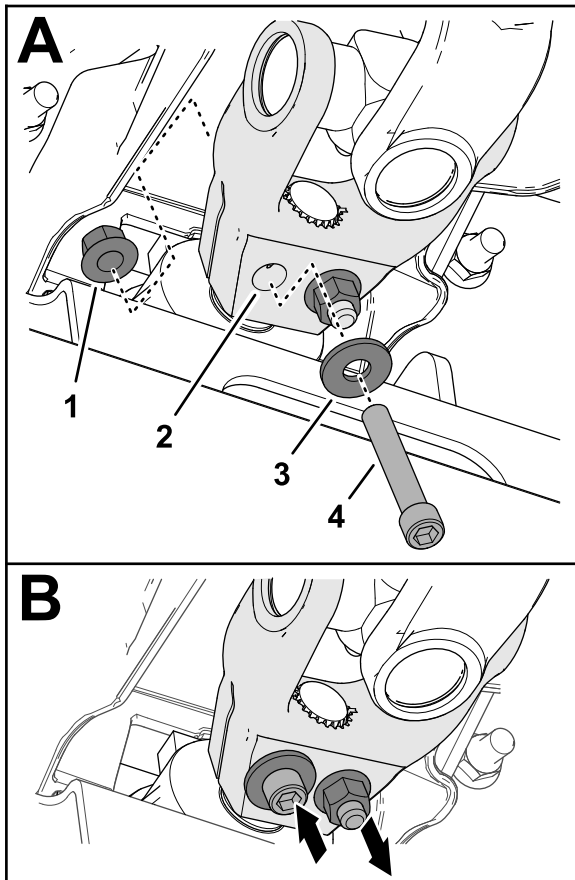

Figura 19
6. Monte un tornillo de coperuza de cabeza allen ($\frac{3}{8}$ " x $2\frac{1}{4}$ ") a través de una arandela ($\frac{3}{8}$ ") y del taladro en la horquilla del árbol de transmisión (Figura 19) y fije el tornillo de coperuza con una contratuerca con arandela prensada ($\frac{3}{8}$ ").
7. Monte un tornillo de coperuza de cabeza allen ($\frac{3}{8}$ " x $2\frac{1}{4}$ ") a través de una arandela ($\frac{3}{8}$ ") y del taladro en la horquilla del árbol de transmisión desde la dirección opuesta (Figura 19) y fije el tornillo de coperuza con una contratuerca con arandela prensada ($\frac{3}{8}$ ").